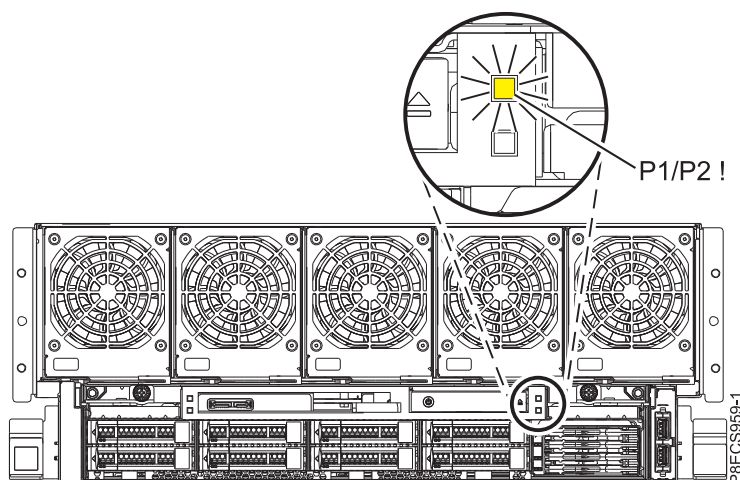

図 9. 8408-E8E システム上の前面 **P1/P2 !** 障害ロールアップ LED
6. **P1/P2 !** 障害ロールアップ LED の状態を書き留めます。この LED は、8408-E8E システムの前面にあります (17 ページの図 9 を参照)。